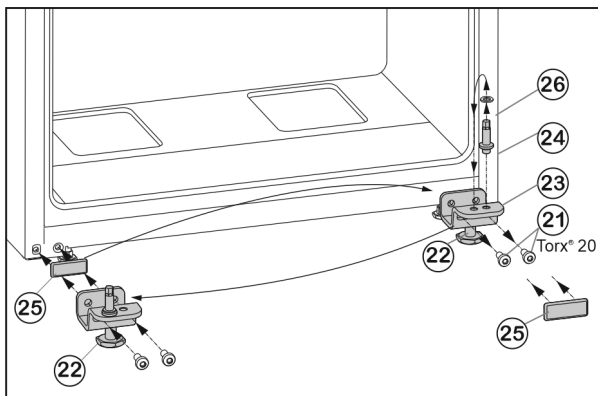

Fig. 9
- ▶ Vyskrutkujte upevňovacie skrutky Fig. 9 (21).
- ▶ Kompletnú ložiskovú konzolu dole Fig. 9 (23) odoberte spolu s ložiskovým čapom Fig. 9 (24), podložkou Fig. 9 (26) a nastaviteľnou nohou Fig. 9 (22).
- ▶ Ložiskový čap Fig. 9 (24) kompletne spolu s podložkou Fig. 9 (26) vyskrutkujte, premiestnite ho do protiláhého otvoru uloženia ložiskovej konzoly a znovu ho pevne priskrutkujte.
- ▶ Opatrne odnímate kryt Fig. 9 (25) a premiestnite ho na opačnú stranu.
- ▶ Ložiskovú konzolu dole Fig. 9 (23) kompletne spolu s ložiskovým čapom Fig. 9 (24), podložkou Fig. 9 (26) a nastaviteľnou nohou Fig. 9 (22) znovu naskrutkujte na novú stranu závesu, príp. ju znovu pomocou akumulátorového skrutkovača **pevne utiahnite (4 Nm)**.
- ▶ Dvere nasadte zhora na ložiskový čap Fig. 9 (24).
- ▶ Vytočte nastaviteľnú nohu Fig. 9 (22) na ložiskovej konzole dole Fig. 9 (23), pokiaľ nedosadá na podlahu.